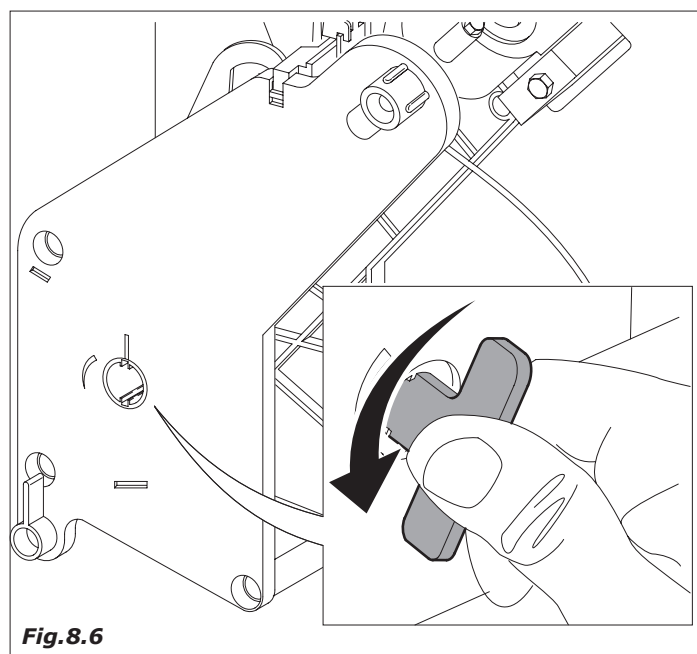

Fig.8.6
- Pulire dai residui di polvere di caffè il gruppo; per facilitare il compito si può estrarre il gruppo dalla sede (Fig.8.6).